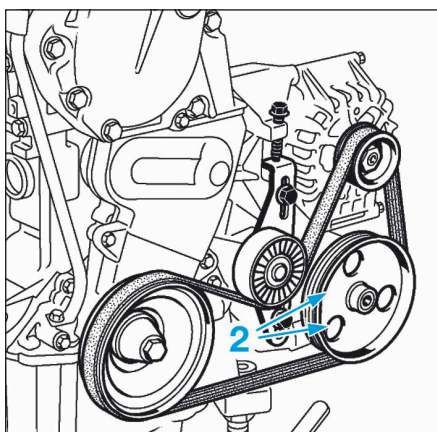

FIG.12
- Déposer les vis de la pompe de direction assistée (2) en passant à travers les trous de la poulie (Fig.12).